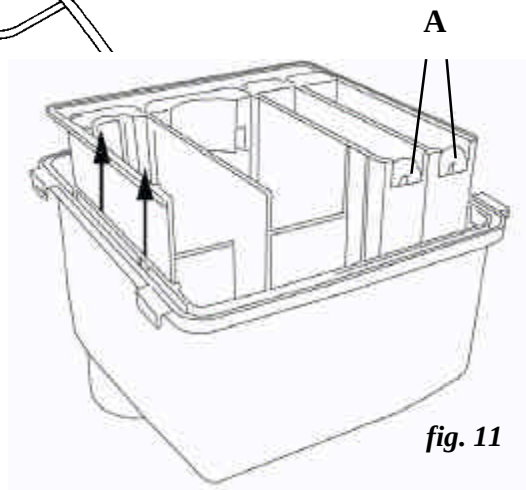

fig. 11
Washers with double body dispenser (fig. 11).
- The trap hoses (**fig. 11/A**) are accessible.
Lavadoras con dosificador de doble cuerpo (fig. 11).
- Los tubos sifón (**fig. 11/A**) son accesibles.
Laveuses avec bac distributeur à double corps (fig. 11).
- Les tuyaux siphon (**fig. 11/A**) sont accessibles.